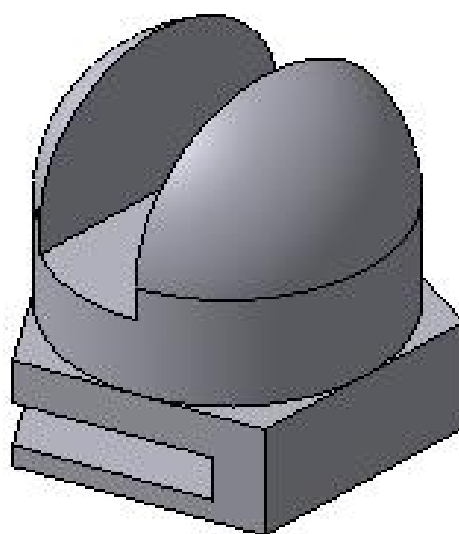

Рис. 5.38
11. Отверстие и прорезь формируем с использованием команды **Вырезать выдавливанием**. В списке **Направление выдавливания** выбираем **Два направления**, а в списке **Способ построения** – **Через все**. Конечный результат моделирования показан на рис. 5.38. Способ отображения – полутоновое, с каркасом.